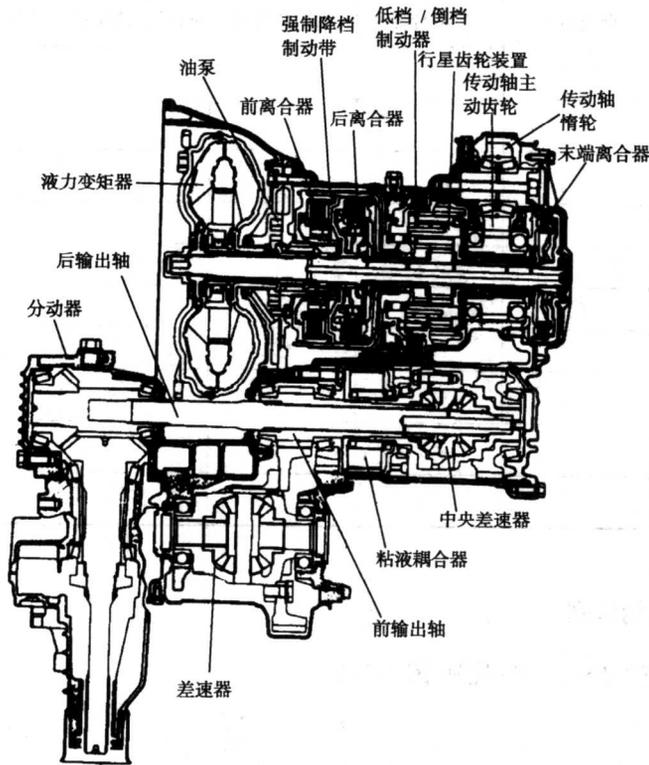

图 1-1d) W4A32 和 W4A33 变速器机械构成
4. W4A32 和 W4A33 变速器机械构成(图 1-1d)